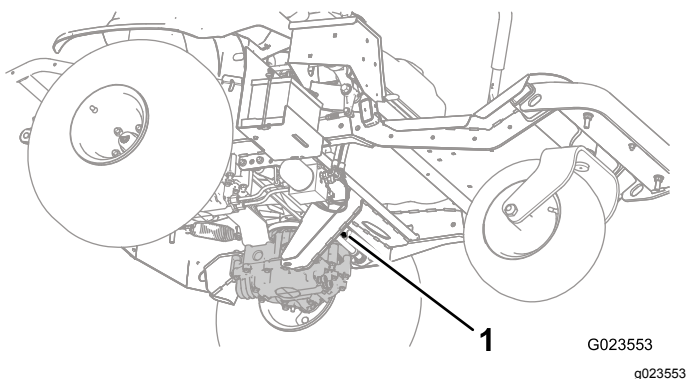
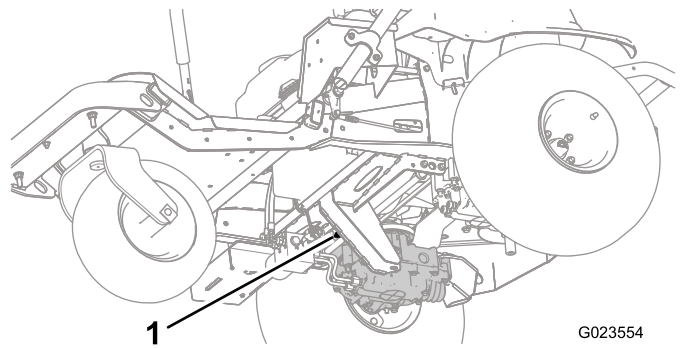
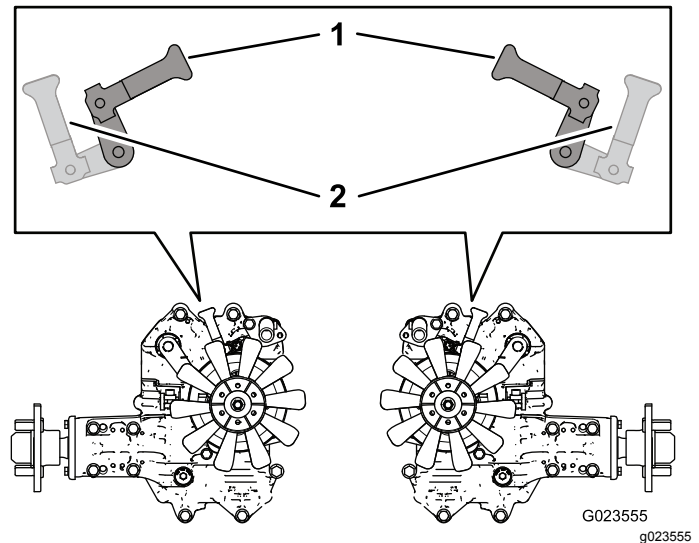

Bild 27
Bild 28
Bild 29
2. Drehen Sie die Sicherheitsventilhebel (Bild 27 und Bild 28) unter der Maschine so, dass sie nach innen zur Mitte der Maschine (Bild 29) zeigen, und lösen Sie die Feststellbremse, siehe Verwenden der Feststellbremse \(Seite 21\).
3. Drehen Sie die Sicherheitsventilhebel nach dem Schieben oder Abschleppen der Maschine so, dass sie zur Vorderseite der Maschine zeigen, damit Sie mit der Maschine fahren können (Bild 29).